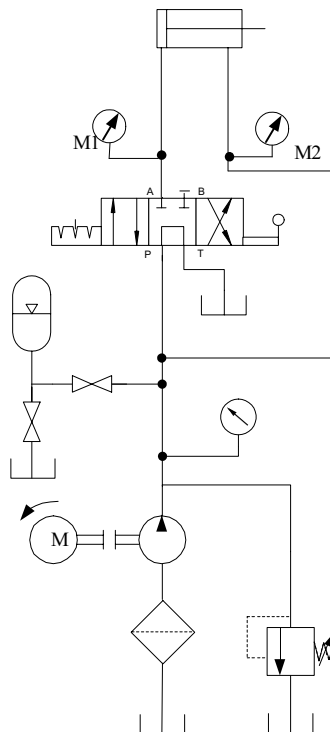

Figura 7.2. Actuador en regeneración.
8. Armar el circuito hidráulico, que se muestra en la figura 7.2.